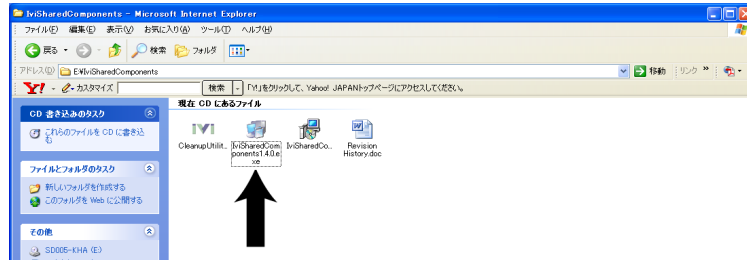

図 2-6 IVISharedComponents のインストール
- 13 図 2-6 のブラウザの画面に戻って、「戻る」ボタンをクリックします。